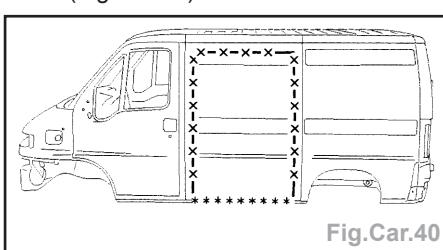

Fig.Car.40
- Dégrafer la ligne de points, partie inférieure, à l'aide d'une fraise de Ø 8 mm (Fig.Car.40).